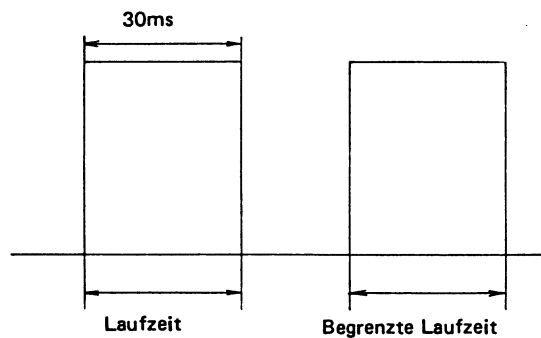

Abb. 3-6
6. VR425 so einstellen, daß die Stornzufuhrzeit entsprechend Abb. 3-6 bei 30ms $\pm$ 1ms liegt.